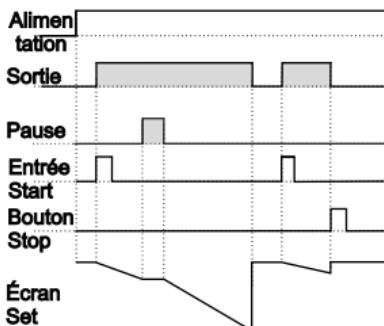

Figure 4.1
4.1.1 Si le décomptage est **dEct** = 1 et que **outF** est **0-n**, le schéma de commande sera celui illustré à la figure 4.1